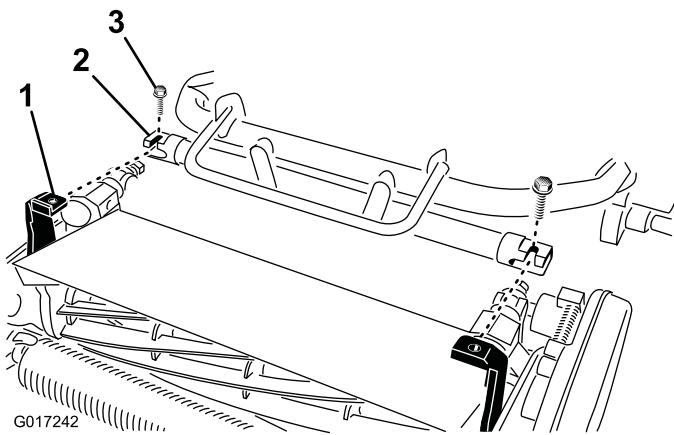

Bild 6
4. Bewegen Sie den Zugmaschinenrahmen (Bild 6) nach vorne, bis er in die Gelenkarme des Mähwerks greift.
5. Befestigen Sie den Zugmaschinenrahmen mit zwei Schrauben (3/8" x 3/4") an den Gelenkarmen des Mähwerks (Bild 6).